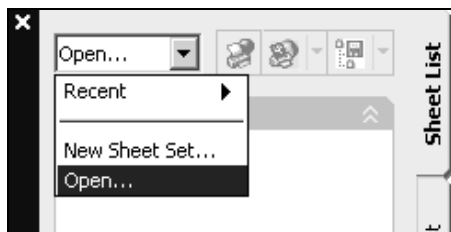
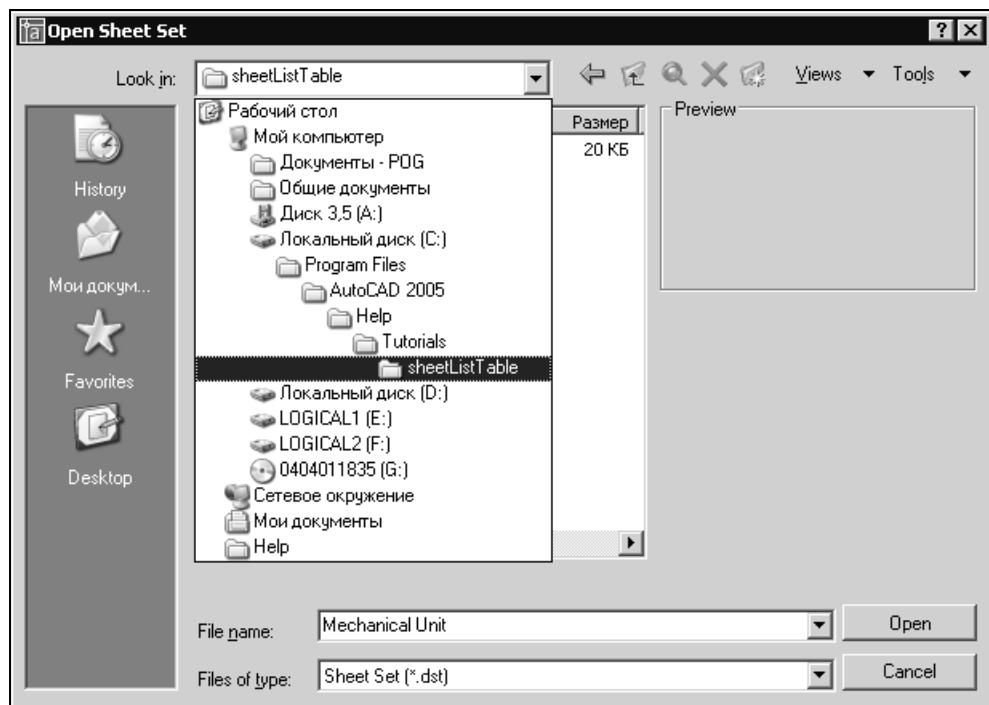

Рис. 20.3. Выпадающий список команд для выбора подшивок
Рис. 20.4. Открытие существующей подшивки
1. В диалоговом окне диспетчера подшивок **SHEET SET MANAGER** (Диспетчер подшивок) откройте выпадающий список команд в верхней его части и выберите из него **Open** (Открыть) (рис. 20.3). Появится диалоговое окно **Open Sheet Set** (Открытие подшивки) (рис. 20.4).